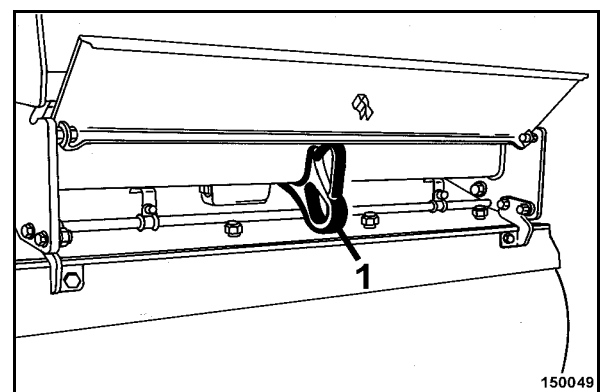

Fig. 103
- Remorquer la machine par l'anneau avant ou arrière (1) (Fig. 103).